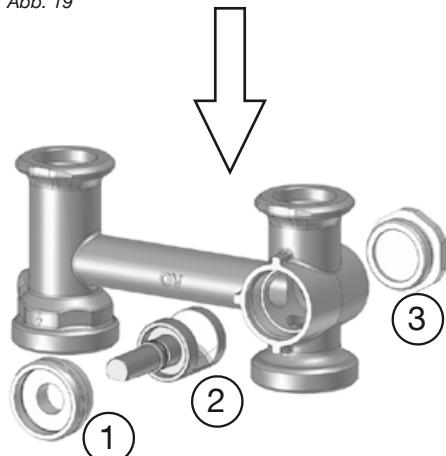

Abb. 20
- Ausrichtung des Mischerkügens kontrollieren. Dessen abgeflachte Seite muss **nach unten zeigen und waagerecht ausgerichtet** sein (Abb. 20). Das Küken versperrt in dieser Position den Vorlaufstrang.